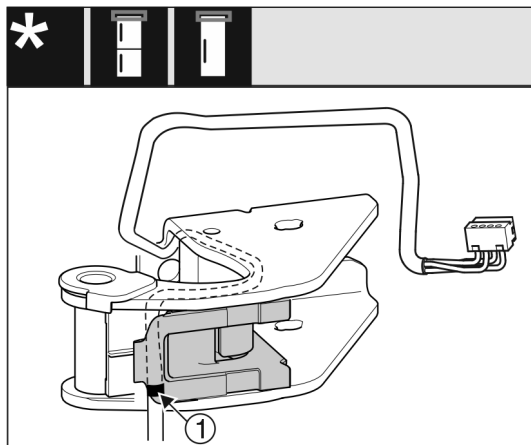

Fig. 19
- ▷ Keskmise märgistuse peab asuma seejuures kaablihoidiku serval Fig. 19 (1).